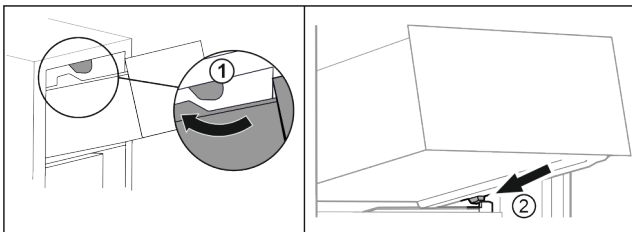

Fig. 98
- ▶ Обвести висувний ящик навколо верхнього стопора. Fig. 98 (1)
- ▶ Встановити висувний ящик за нижніми стопорами на ребро для резервуару навкоси. Fig. 98 (2)